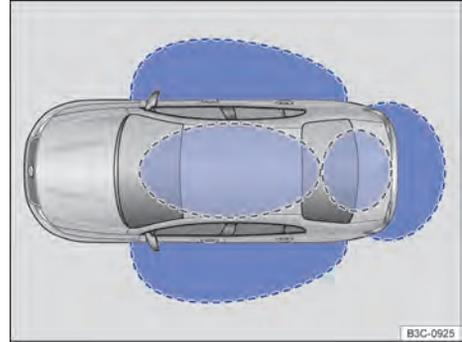

Fig. 57 Keyless Access: áreas de aproximação.
- Tocar na superfície do sensor → Fig. 57 (A) no lado interno da maçaneta da porta.
- Tocar na superfície do sensor → Fig. 57 (B) no lado externo da maçaneta da porta.
- Além disso, dentro de cinco segundos, tocar uma vez o sensor no lado externo da maçaneta da porta → Fig. 57 . Assim, não agarrar na maçaneta da porta.
- Manter o dedo por alguns segundos sobre a superfície do sensor → Fig. 57  da maçaneta da porta do condutor ou do passageiro dianteiro até que a janela ou o teto de vidro estejam fechados.